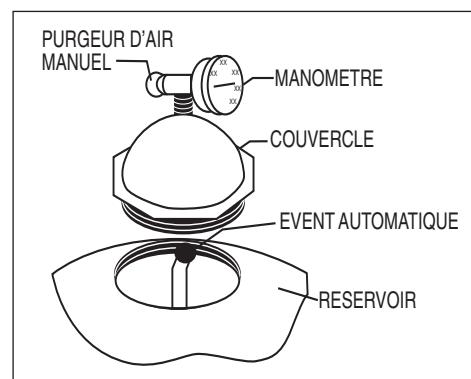

Figure 1.
- Faites pivoter le diffuseur pour le décentrer dans le réservoir des TR40, 50, 60, TR60 ClearPro, 100 & 140 en le tournant dans le sens inverse des aiguilles d'une montre. (**REMARQUE:** Le multidiffuseur ne doit pas être déplacé sur les modèles TR100HD, TR100C, TR100C-3 et TR140C, TR140C-3. Après avoir mis en place le matériau de filtrage comme indiqué plus loin, vérifiez que le haut des diffuseurs est parallèle au lit de sable.) Remplissez à moitié le réservoir d'eau. Versez d'abord le gravier pisiforme (le cas échéant), puis le sable lentement dans le haut du filtre, pour éviter que l'impact créé par le matériau de filtrage endommage les éléments latéraux. Voir les données figurant dans le Tableau B du présent livret pour les quantités correctes de sable et de gravier. Remplacez le filtre jusqu'au niveau permettant de maintenir une hauteur au-dessus du sable constante (voir Tableau B). Faites pivoter le diffuseur pour le ramener dans sa position verticale si vous l'avez déplacé. Veillez à ce que l'évent automatique dépasse dans le haut du couvercle, comme indiqué sur la Figure 1 ci-dessous. Vérifiez que l'évent est centré dans le couvercle. Enlevez tout sable entourant l'ouverture filetée en haut du réservoir.